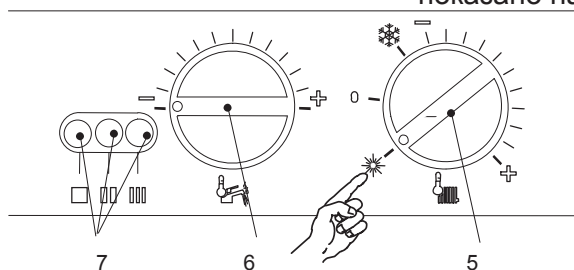
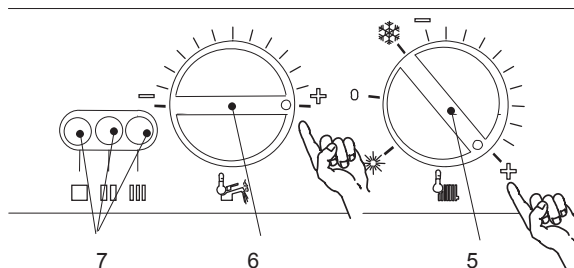

Fig. 6.4
Fig. 6.5
- 6 Turn the function selector 5 and the D.h.w. temperature adjustment knob 6 anticlockwise and position the selectors as in Fig. 6.4
- 8 The lights (7, Fig. 6.4) flash alternatively: the first and the third lights flash alternatively with the second one. You have 5 seconds to enter the parameters programming.
- 9 Turn the knobs 5 and 6 simultaneously clockwise towards their maximum position (Fig. 6.5) and then anticlockwise towards their minimum position (Fig. 6.4).
- 10 The lights (7, Fig. 6.4) lamp on as in Fig. 6.6.
- 6 Поверните ручку переключателя режимов и ручку настройки температуры против часовой стрелки и приведите их в положение как показано на рис.6.4
- 8 Индикаторы (7, рис.6.4) мигают поочередно: первый и третий индикаторы мигают поочередно со вторым. В течение 5 секунд, можно ввести параметры настройки
- 9 Поверните ручки 5 и 6 (рис.6.4) одновременно по часовой стрелке до максимального значения (рис.6.5) и, затем, против часовой стрелки до минимального значения (рис.6.4).
- 10 Индикаторы (7, рис.6.4) загораются как на рис.6.6
- 14 Turn the knobs 4 and 5 in maximum position (fig. 6.5)
- 14 Поверните ручки 4 и 5 в максимальное положение (Рис. 6.5)